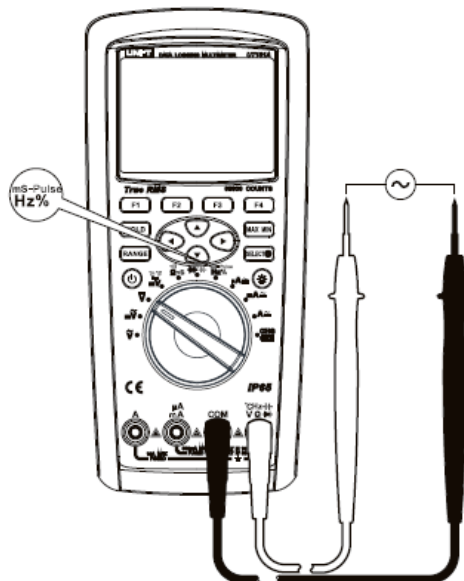

Рисунок 12
11. Измерение частоты, рабочего цикла, ширины импульса (рисунок 12)